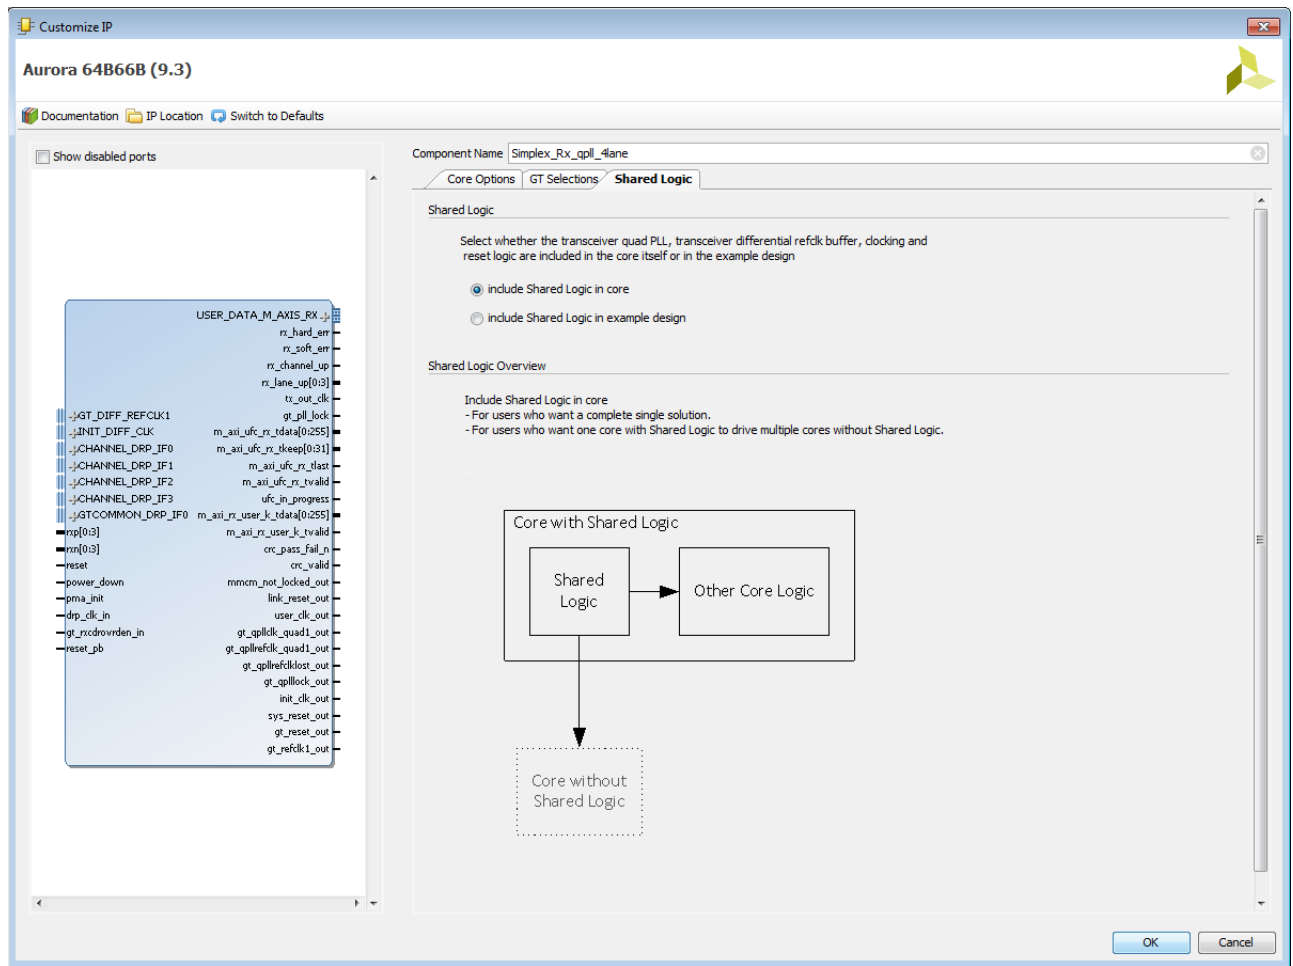

図 6 : 4 レーン シンプレックス RX コアに必要な共有ロジック設定
12. [Shared Logic] タブをクリックします。[include Shared Logic in core] をオンにして [OK] をクリックします。図 6 を参照してください。